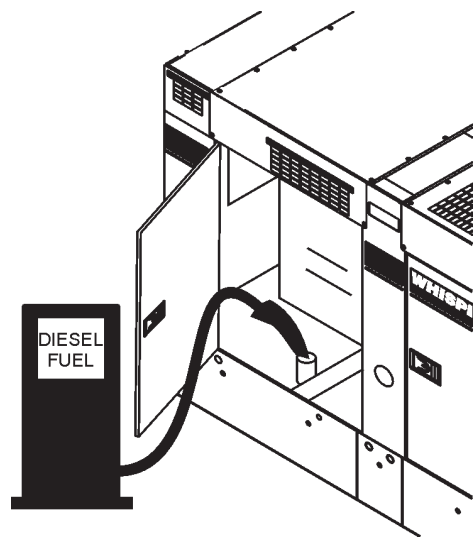

Figure 32. Chargement de la Génératrice
2. Ouvrez les portes du coffret situé sur le "côté droit" de la génératrice (à partir de la position du panneau de commande de la génératrice). Retirez le bouchon du carburant et faites l'appoint du réservoir (Figure 32).